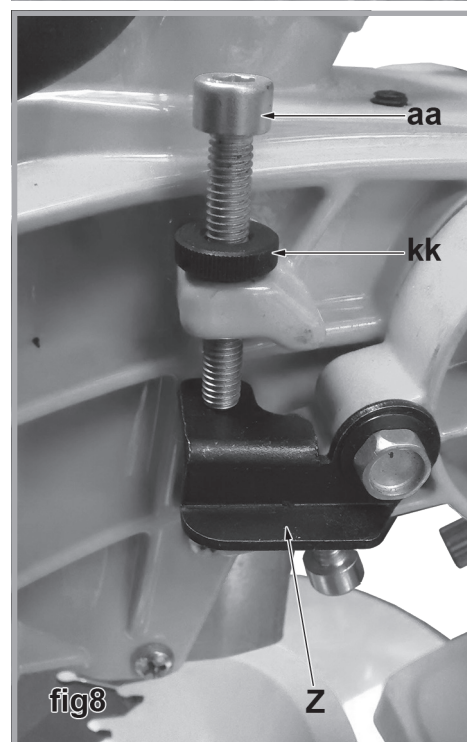

fig8
2. Pour régler la profondeur à laquelle la lame pénétrera durant cette opération, tirer la plaque d'arrêt du guide de profondeur vers le bas depuis sa position de repos. (fig.8).